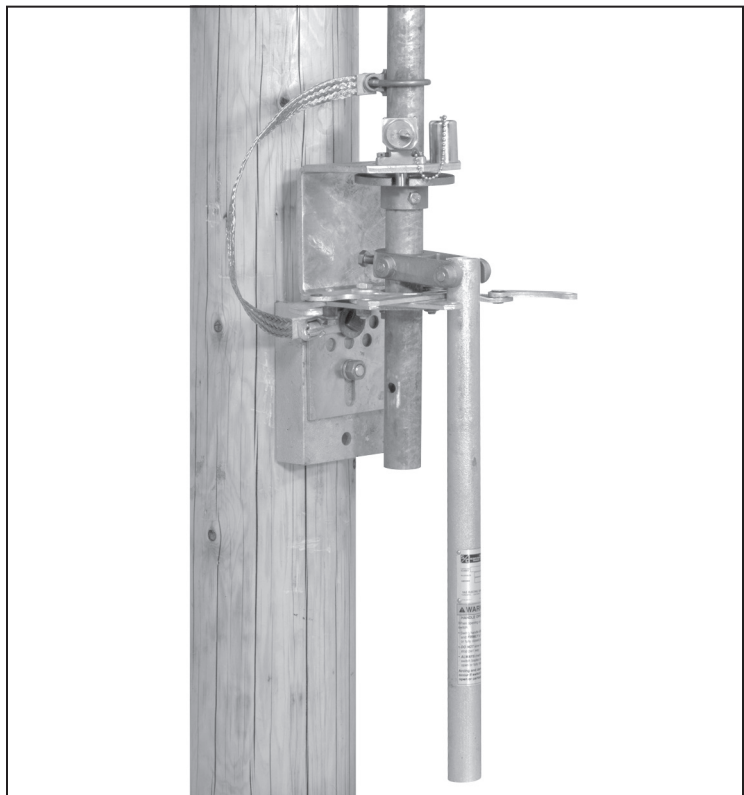

Figura 49. Desenganche el perno de la llave de bloqueo.
- (b) Si el conjunto de la palanca de operación está equipado con un interbloqueo de llave, libere el perno del interbloqueo. Vea la Figura 49.